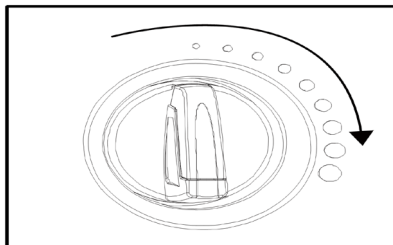

Abb. 8
- Der Drehknopf (Abb. 8) dient zur Regulierung des Durchflusses der Reinigungslösung bei der Verwendung der Maschine. Durch Drehen im Uhrzeigersinn wird der Durchfluss der Reinigungslösung erhöht.